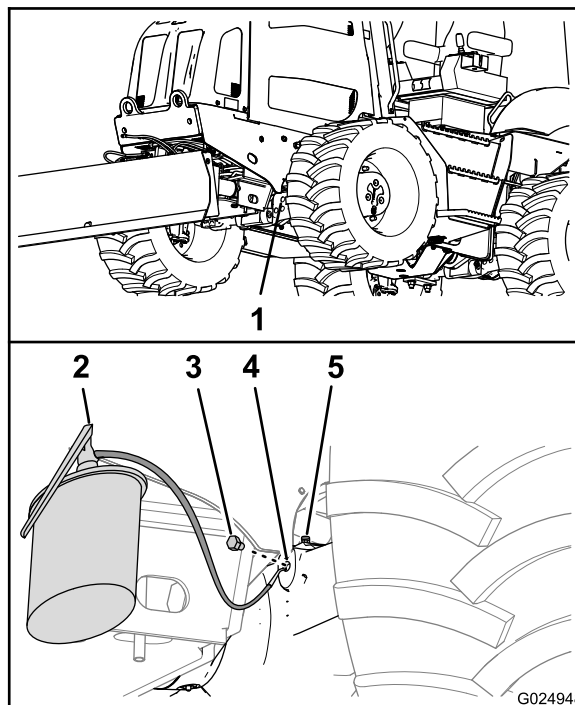
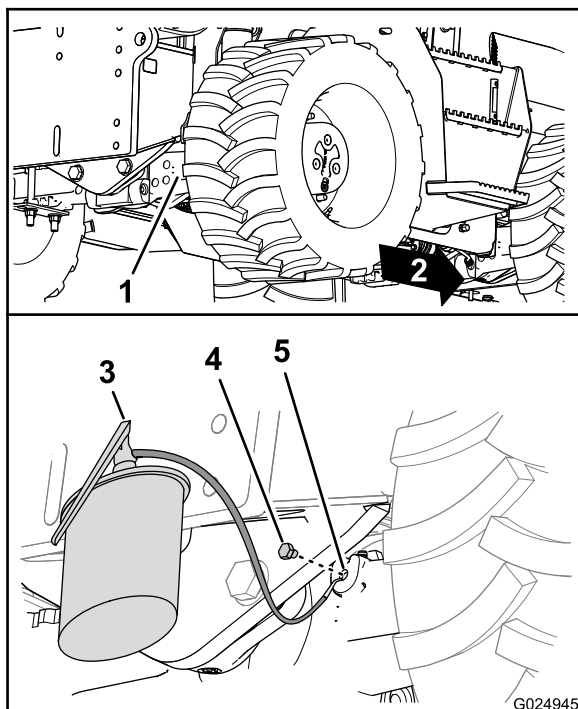

Figura 90
Figura 91
5. Instale os bujões de drenagem nos orifícios de drenagem nas caixas do pinhão (Figura 90 e Figura 91).
6. Adicione o óleo especificado nos eixos pelo orifício de nível até o nível se alinhar com a borda inferior do orifício (Figura 90 e Figura 91).
8. Instale os bujões nos orifícios de nível das caixas do pinhão para os eixos (Figura 90 e Figura 91).